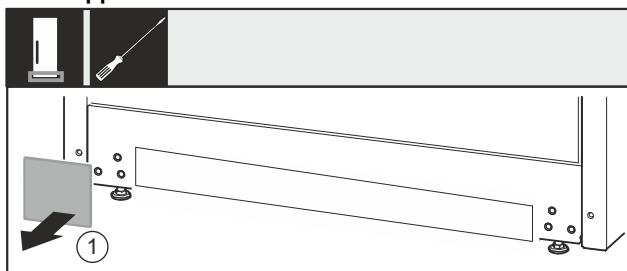

Fig. 35
- Afdekking Fig. 35 (1) wegnemen.